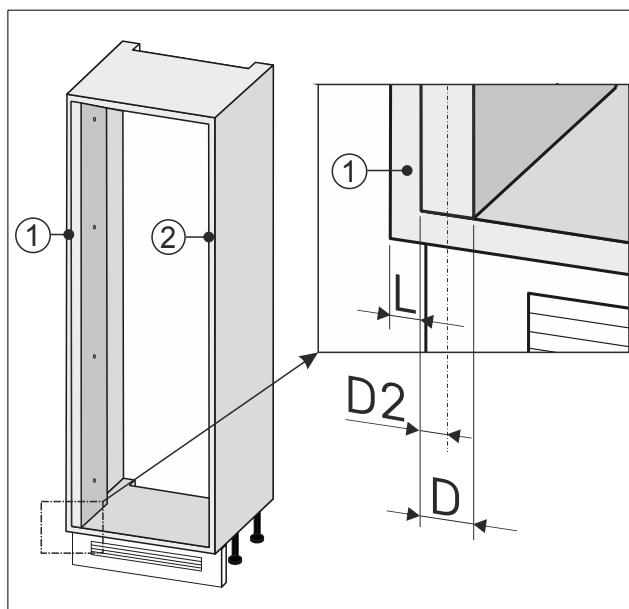

Fig. 91
- Poznačte si polovičnú šírku Fig. 91 (D2) vyrovnania steny.